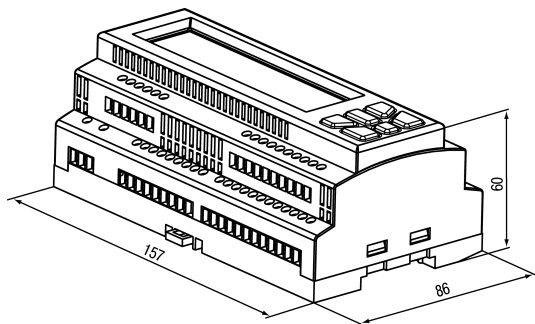

Рисунок 5.2 – Габаритные размеры корпуса
1. Подготовить место на DIN-рейке для установки прибора (см. *рисунок 5.2*).